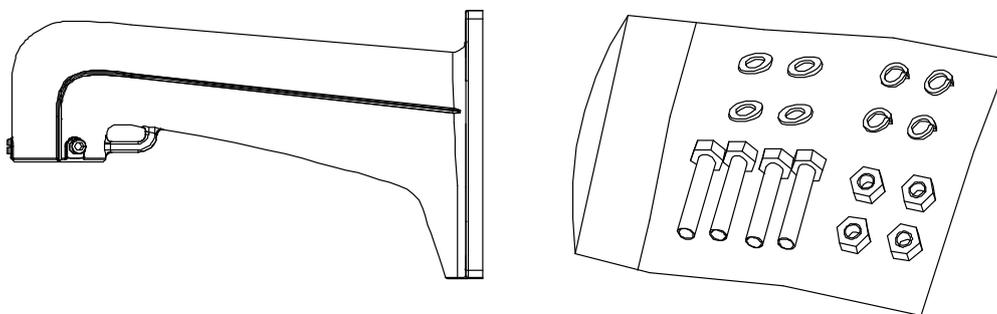

Рис. 1.1. Настенный кронштейн и крепеж
1. Достаньте настенный кронштейн и крепеж из упаковочной коробки (Рис. 1.1). Проверьте, чтобы тип кронштейна и комплектация крепежа соответствовали заявленному.